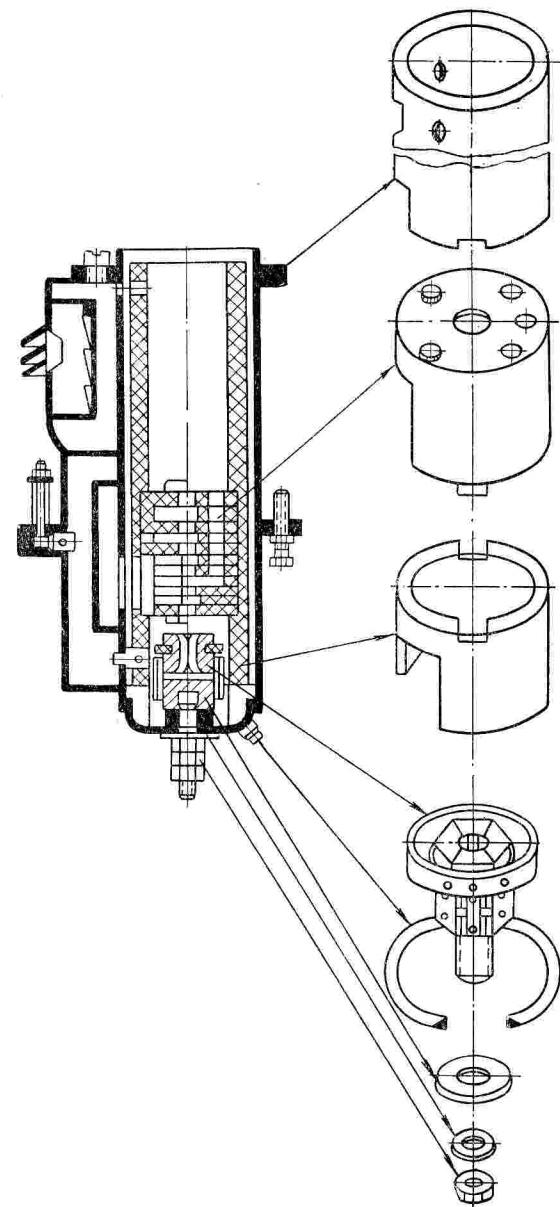

Рис. 16. Порядок сборки цилиндра выключателя типа ВМГ-133
18. При установке в цилиндр дугогасительной камеры необходимо проверить расстояние от ее нижней поверхности до верха розеточного контакта (рис. 16). Это расстояние должно быть выдержано в пределах  $15 \pm 1$  мм.